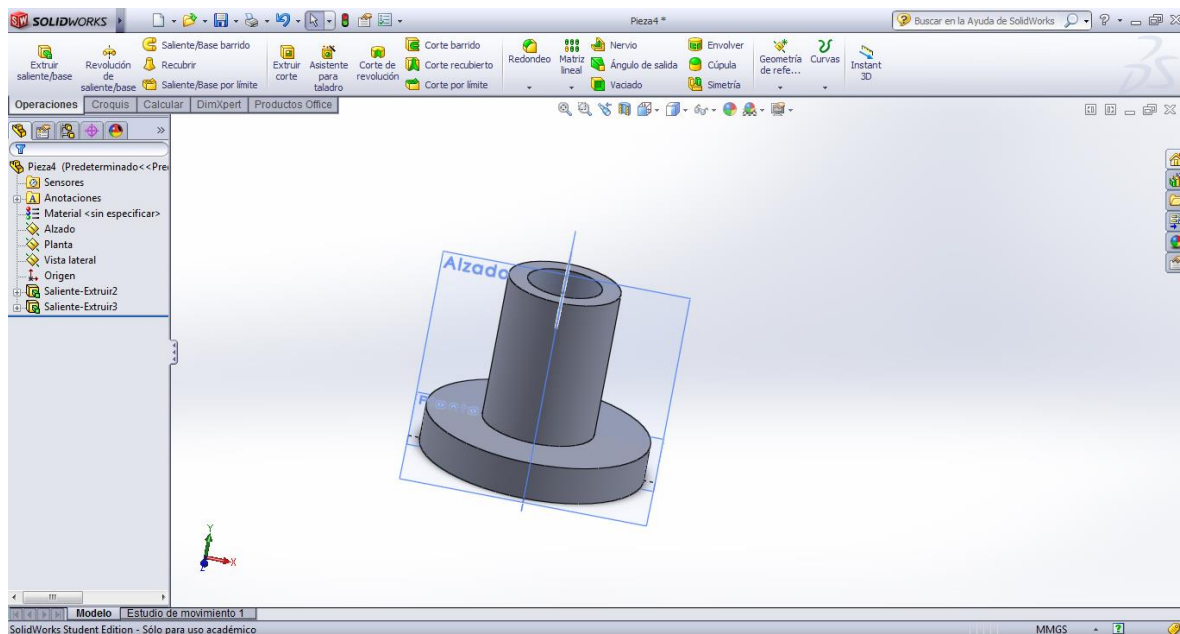

Figura 27. Disco y cilindro extruidos.
- Extruya un cilindro hueco, concéntrico al disco, de $\varnothing_{\text{ext}} = 30$ y $\varnothing_{\text{int}} = 20$, $L = 40$ mm. Con estas dos primeras operaciones, se obtendrá un sólido como el observado en la Figura 27.